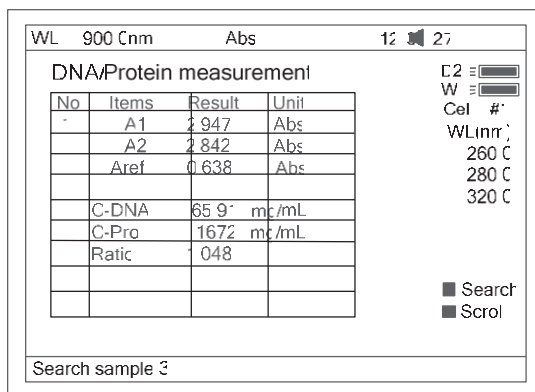

Fig 65
- Pulse < o > para buscar. Introduzca el número de la muestra (Fig 65), el resultado se mostrará en pantalla. Pulse \wedge o \vee para desplegar los resultados uno a uno.